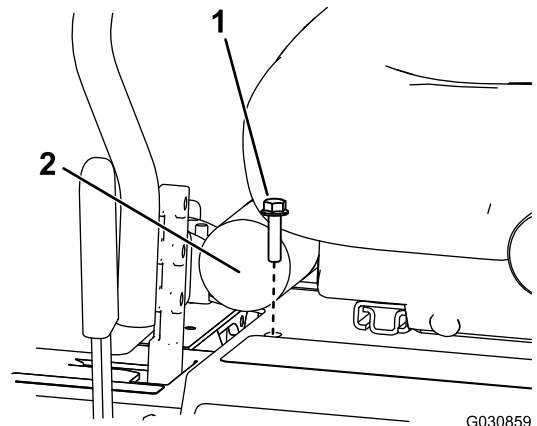

Figura 9
3. Instale um parafuso (5/16 x 1¼ pol.) no furo para prender a placa do banco (Figura 9).